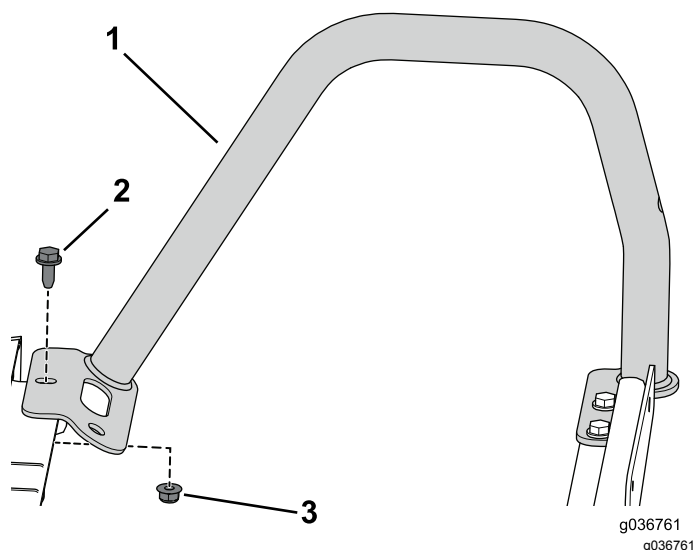

Figura 7
2. Instale o apoio para a mão direito previamente removido utilizando os 3 parafusos flangeados previamente removidos (5/16 x ¾ pol.) e 3 porcas flangeadas (5/16 pol.), como se mostra na Figura 7.